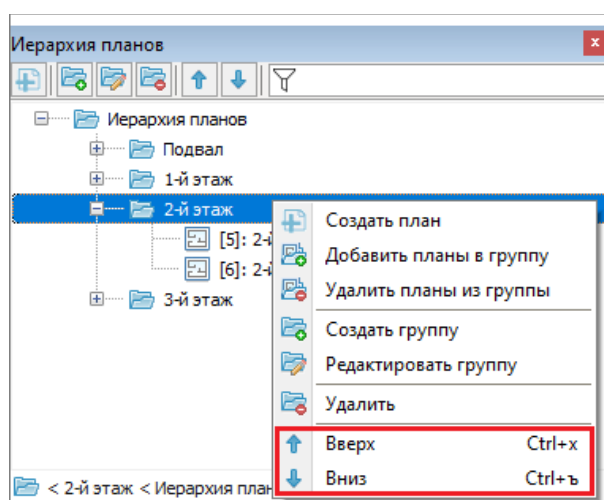

Рисунок 6-606 Перемещение группы планов через контекстное меню плана
- либо вызовите для плана, который необходимо переместить, контекстное меню и выберите в нем пункт «↑ Вверх» или «↓ Вниз» (см. Рисунок 6-606).